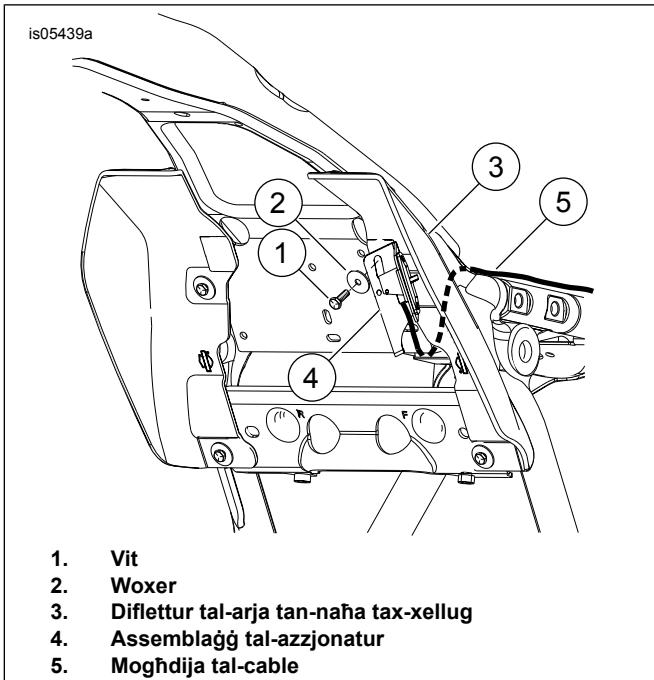

Figura 5. L-installazzjoni tal-Assemblaġġ tal-Azzjonatur mad-Diflettur tal-Arja tal-Mid-Frame
3. Ara Figura 5. Igħbed il-clip tal-plastik tal-wire tal-ispark plug 'l-barra mit-toqba li hemm fil-pjanċa tal-frame fil-post fejn se jiġi mmuntat il-bracket tal-manku tal-aġġustament. Arm i-clip tal-pajp tal-plastic.